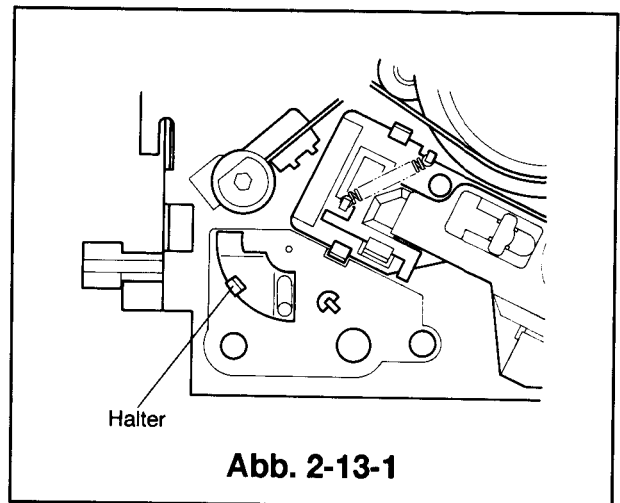

Abb. 2-13-1
- ① Das Kassettengehäuse ausbauen (siehe Artikel 2-1)
- ② Die Sicherheitsfeder und den Sicherheitshebel ausbauen (siehe Artikel 2-12).
- ③ Den Halter lösen, um den Sicherheitsarm auszubauen. (siehe Abb.2-13-1)